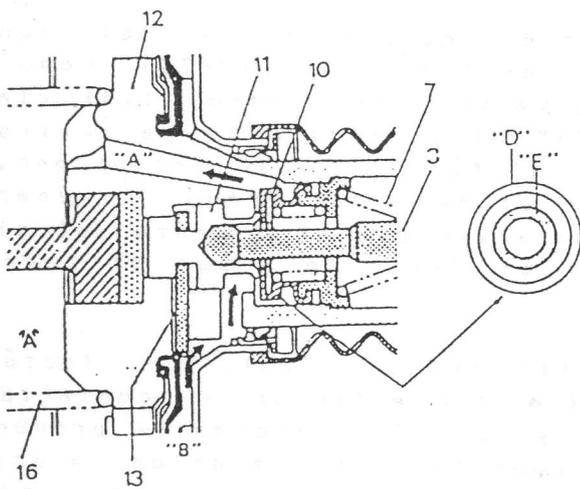

Fig. 19-21
La varilla de mando (3) (Fig. 19-21) es empujada hacia la derecha por la tenstón del muelle (7), tal y como se observa. El desplazamiento hacia la derecha de la válvula de aire (11) hace que esta contacte con la chaveta tope (13). En este caso se encuentra abierta la válvula de control de vacío (10) (detalle "d"), y cerrada la válvula de aire (11) (detalle "e"). De este modo las cámaras "A" y "B" están comunicadas y comparten la misma presión negativa (por no haber diferencias de presión entre ellas), permitiendo al muelle de retorno (16) desplazar al pistón (12) hacia la derecha.
Al soltar el pedal de freno, el pistón del servofreno (12) y los pistones del cilindro principal regresan a sus posiciones originales, estableciéndose una situación igual al apartado descrito en CUANDO NO SE PISA EL FRENO (Fig. 19-21).